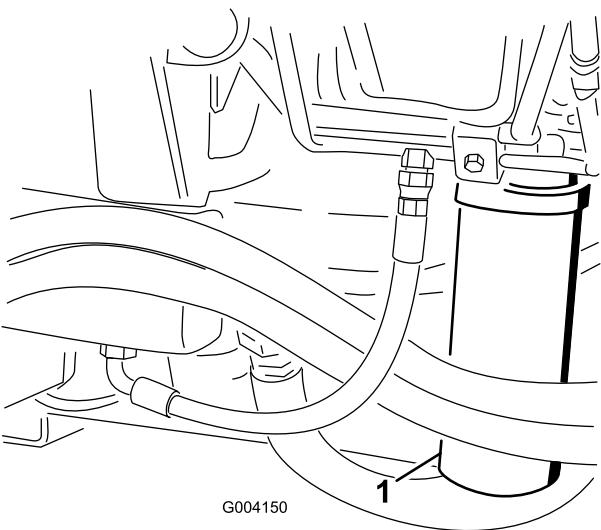

Figura 58
2. Pulite l'area di montaggio del filtro e collocate una bacinella di spurgo sotto il filtro (Figura 57) e (Figura 58).